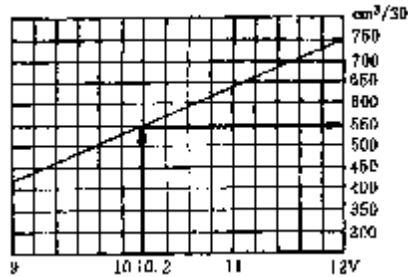

图 4-184 燃油泵输油量
(4) 倒空量杯。由于燃油泵输油量取决于蓄电池电压。因此须用 V.A.G1594 的连接电缆将万用表接到蓄电池上。操纵遥控器 30s, 同时测量蓄电池电压。
(5) 将输油量与图 4-184 所示的规定值进行比较。例如测得的蓄电池电压为 12.2V, 油泵电压约比蓄电池电压低 2V, 那么, 此时的最小输油量应为 $55\text{cm}^3/30\text{s}$ 。